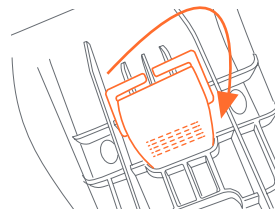

Fig. 33-4
4. Ensarte la pieza estampada del anclaje cosido desde la parte inferior del armazón hasta la ranura central para el almacenamiento. Este almacenamiento está diseñado de tal manera que el anclaje cosido no interferirá con el funcionamiento ni provocará problemas de encaje con el armazón y la base cuando se utilice la pieza estampada del posicionador para niños con "bajo peso al nacer" (Fig. 33-4).